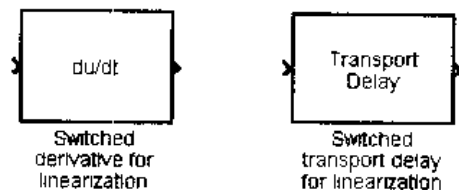

图 5.7 线性化库中的模块
(5) 线性化库中包含的模块如图 5.7 所示。包括线性化转化导数、转化传递延迟两个模块。